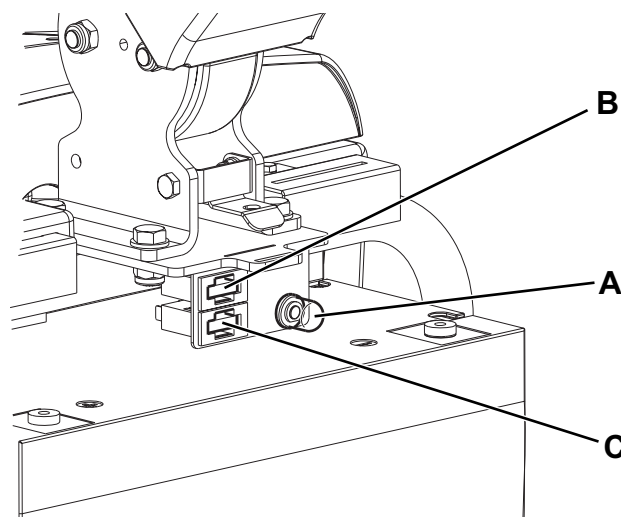

Figure 7
2. Tourner la manette (32) sur «0» et débrancher la batterie.
3. Ouvrir le couvercle (4) et contrôler si les fusibles suivants sont débranchés ou intacts :
- (A, Fig 7) : Fusible restaurable F1 (30 A), moteur brosse.
- (B) : Fusible à lamelle F3 (5 A), composants auxiliaires.
- (C) : Fusible à lamelle F2 (30 A), moteur système d'aspiration.